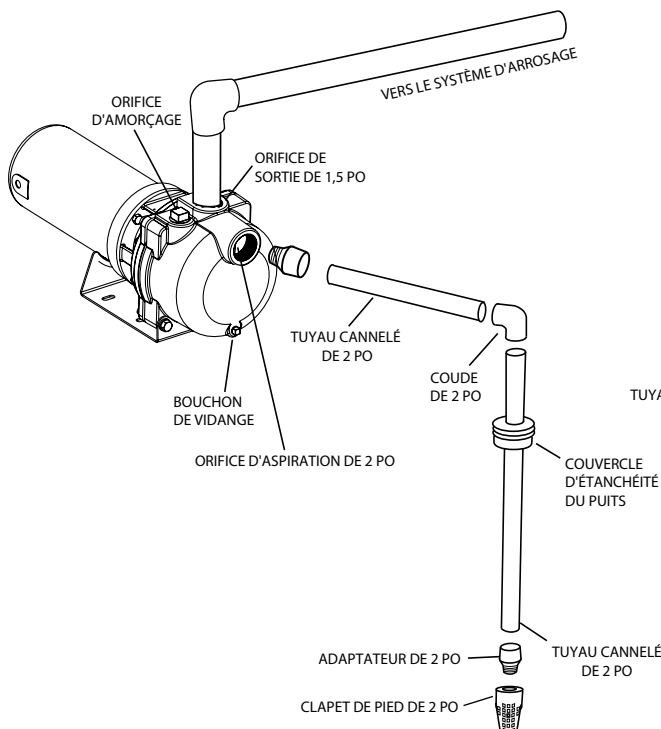

Figure 5
A. Raccord de L'orifice D'aspiration (Figure 5)
5. Démarrez la pompe. Une pompe bien amorcée doit montrer un débit d'eau constant, libre de bulles d'air et à une pression constante. S'il n'y a aucun débit d'eau après cinq minutes, arrêtez la pompe, libérez toute la pression, retirez le bouchon de l'orifice d'amorçage, ajoutez de l'eau, remettez le bouchon en place et essayez de nouveau. (Assurez-vous qu'un clapet de pied est installé correctement sur la conduite d'aspiration (Figure 5).